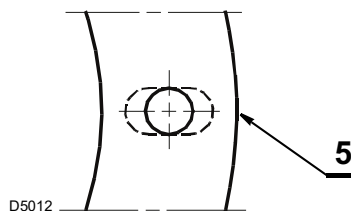

Рис. 10
- если необходимо, расширьте отверстия изоляционного экрана 5)(Рис. 10), стараясь не повредить его.